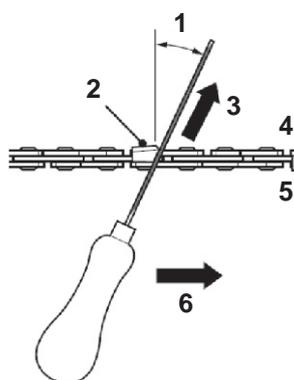

Fig. 28b
- Limer perpendiculairement au guide-chaîne, à un angle de 25° par rapport au sens du mouvement (voir Fig. 28b).